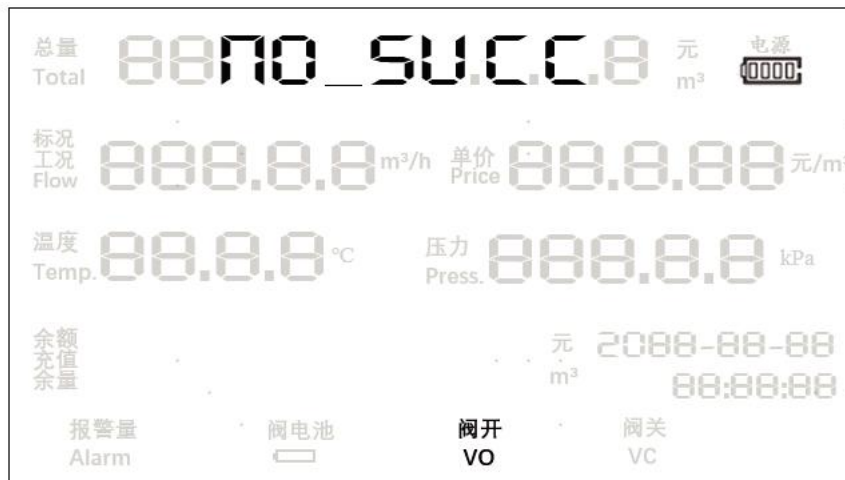

图 31 调价不成功
⑥插卡后的错误信息、提示信息显示在余量栏，如图 31,显示时间 2 秒。